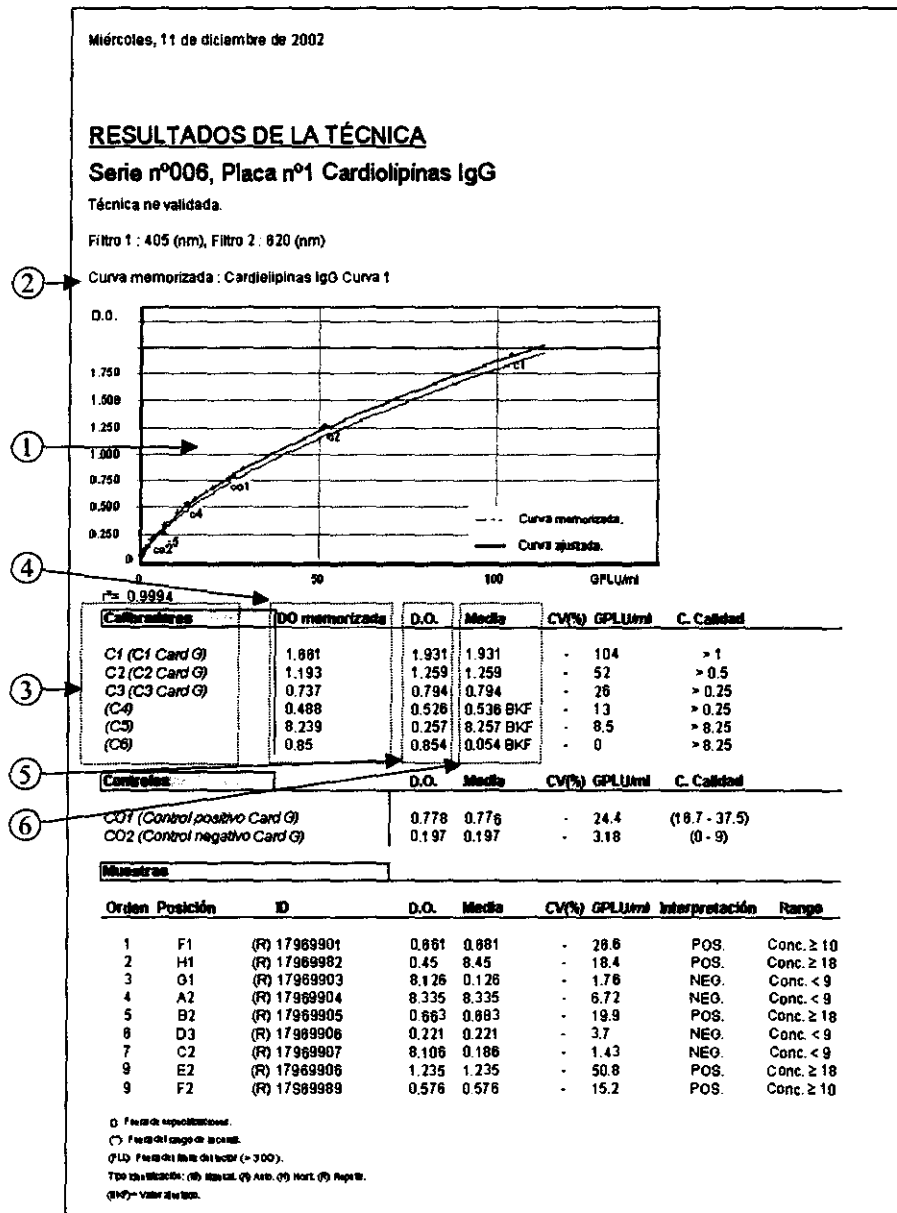

Figura 31: Impresión ajuste a curva memorizada
- (Ref. 1, Figura 31) Gráfica con la representación de la curva memorizada y la curva ajustada.
- (Ref. 2, Figura 31) Método de cálculo, donde se anota la curva a la que se han ajustado los resultados.
- (Ref. 3, Figura 31) Columna de calibradores. Los calibradores de la técnica que no se han procesado y que se han calculado a partir de la curva memorizada saldrán entre paréntesis.
- (Ref. 4, Figura 31) Columna de densidad óptica memorizada. Permite ver los valores de densidad óptica de la curva memorizada.
- (Ref. 5, Figura 31) Columna de densidad óptica. Permite observar los valores de densidad óptica de la curva ajustada.
- (Ref. 6, Figura 31) Columna de la media de densidad óptica. Permite ver las medias de las densidades ópticas de cada calibrador. En el caso de que el calibrador no se haya procesado y sea calculado a partir de la curva memorizada se podrá ver la indicación BKF (Back Fit) al lado del valor de densidad óptica.